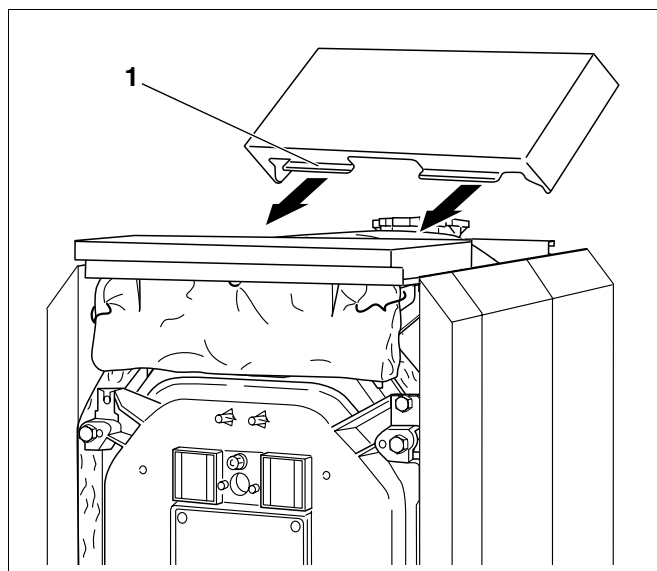

Рис. 53 Установка средней крышки
- Отбортовки средней крышки котла (рис. 53, **поз. 1**) завести под переднюю крышку и вставить ее в канавки боковых стенок.